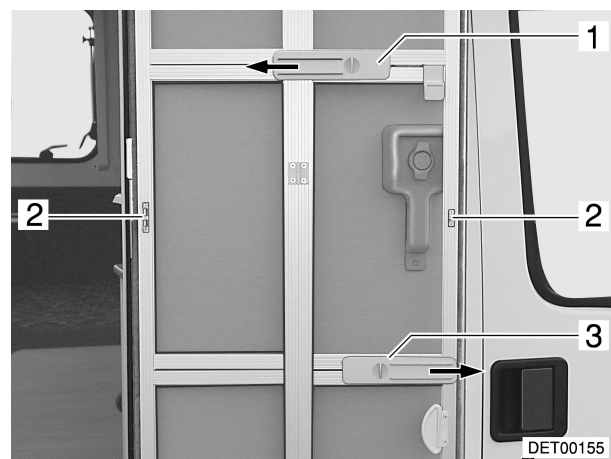

Bild 23 Insektenschutztür, ausgeklappt
- Schiene (Bild 23,1) zur Stabilisierung in Pfeilrichtung schieben.
- Insektenschutztür ganz schließen und Riegel (Bild 23,3) in Pfeilrichtung schieben.
- Riegel (Bild 23,3) entgegen der Pfeilrichtung schieben.
- Schiene (Bild 23,1) entgegen der Pfeilrichtung schieben.
- Insektenschutztür einklappen. Die Verriegelung (Bild 23,2) greift ineinander.